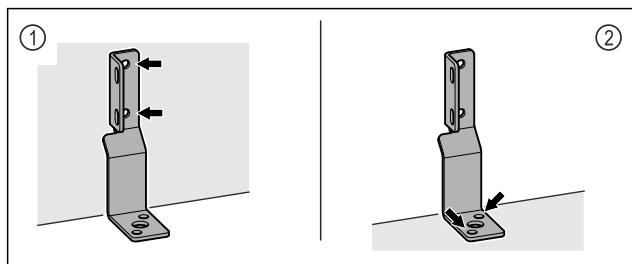

Fig. 8
- Hoek aan de wand Fig. 8 (1) of vloer Fig. 8 (2) bevestigen.